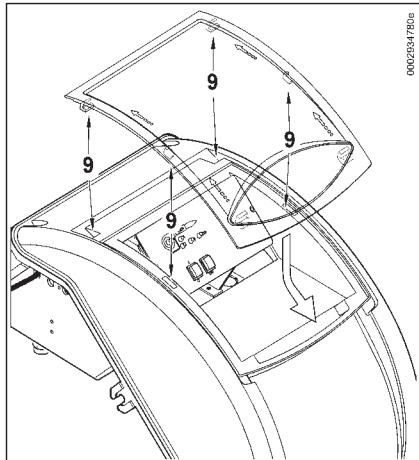

Рисунок 5
- Для правильного расположения прозрачного окошка на щите (рис. 5) поместите крюки в соответствующие гнезда (9) и продвигайте окошко в направлении, указанном стрелкой, до тех пор, пока не услышите лёгкий щелчок. Теперьовое уплотнение гарантировано.